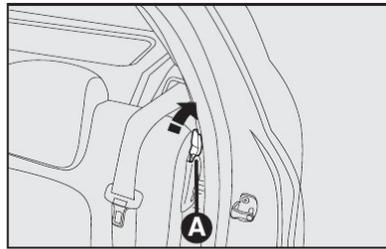

fig. 111
Para isso, destravar a alavanca da direita ou da esquerda **A-fig. 111** e rebater para a frente o encosto até obter uma única superfície de carga.
4) Desencaixar o encosto, movendo as alavancas laterais **A-fig. 111** no sentido da seta.